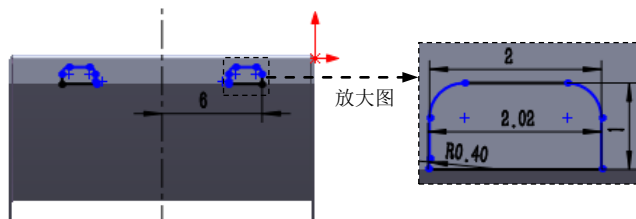

图 14.2.26 横断面草图
② 定义横断面草图。在草图环境中绘制图 14.2.26 所示的横断面草图。
(3) 定义切除深度属性。在“切除一拉伸”对话框**方向1**区域的  下拉列表中选择**给定深度**选项, 选中 ☒ **与厚度相等(L)** 复选框与 ☒ **正交切除(N)** 复选框。其他选择默认设置值。
(4) 单击  按钮, 完成切除一拉伸 1 的创建。